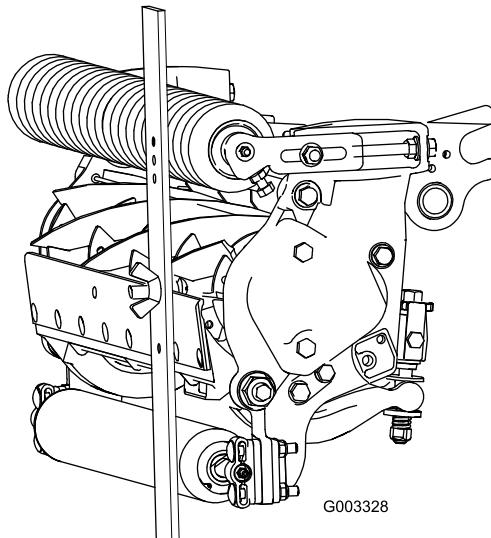

Figura 21
- Enganche la cabeza del tornillo sobre el filo de la contracuchilla y apoye el extremo trasero de la barra sobre el rodillo trasero (Figura 21).
- Gire el tornillo de ajuste hasta que el rodillo delantero entre en contacto con la barra de ajuste (Figura 21). Ajuste ambos extremos del rodillo hasta que el rodillo esté paralelo a la contracuchilla en toda su longitud.